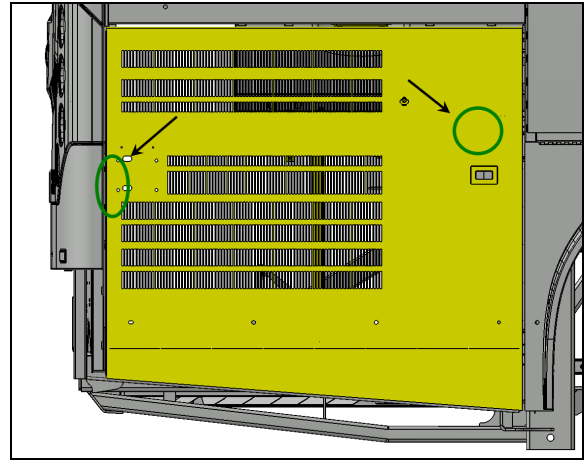

FIGURE 123:
11. Avant le premier essai de fermeture complète de la porte, assurez-vous que la goupille d'alignement/verrouillage n'excède pas plus de 2" (50mm) de son support. (Figure 123:). Des dommages peuvent subvenir à la porte si cette condition n'est pas respectée.